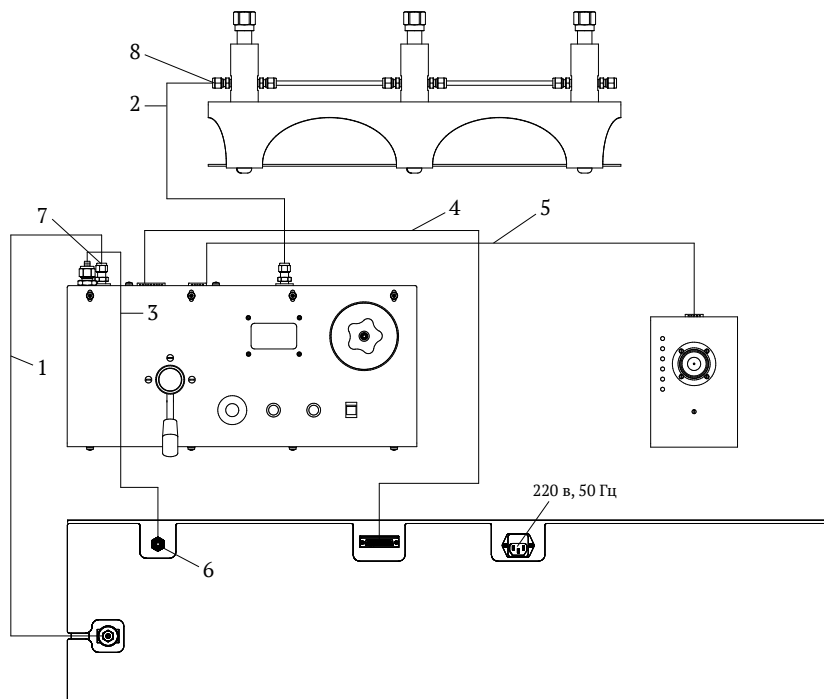

Рис. 7. Схема соединения блоков ГСКА:
6.2 Установите систему на рабочем месте и соедините согласно *Рис. 7*.
6.3 Снимите вентиль сброса давления и крышку стакана на блоке управления, залейте рабочую жидкость в стакан. Отсоедините *пластиковую трубку 3* (Рис. 7) от силового блока в *соединении 6*, заглушив ее пальцем. По-немного стравливая воздух пальцем заполните трубку рабочей жидкостью, что-бы осталось незаполненным 10...15 см трубки, быстрым движением соедините трубку с силовым блоком и подтяните соединительную гайку ключом (небольшим усилием, чтобы не раздавить трубку).
- разъедините полностью *соединение 8* (Рис. 7), подставьте под конец трубки низкую емкость и прокачайте систему в режиме предварительного создания давления до прекращения поступления из трубки загрязненной рабочей жидкости, контролируя при этом уровень жидкости в бачке;